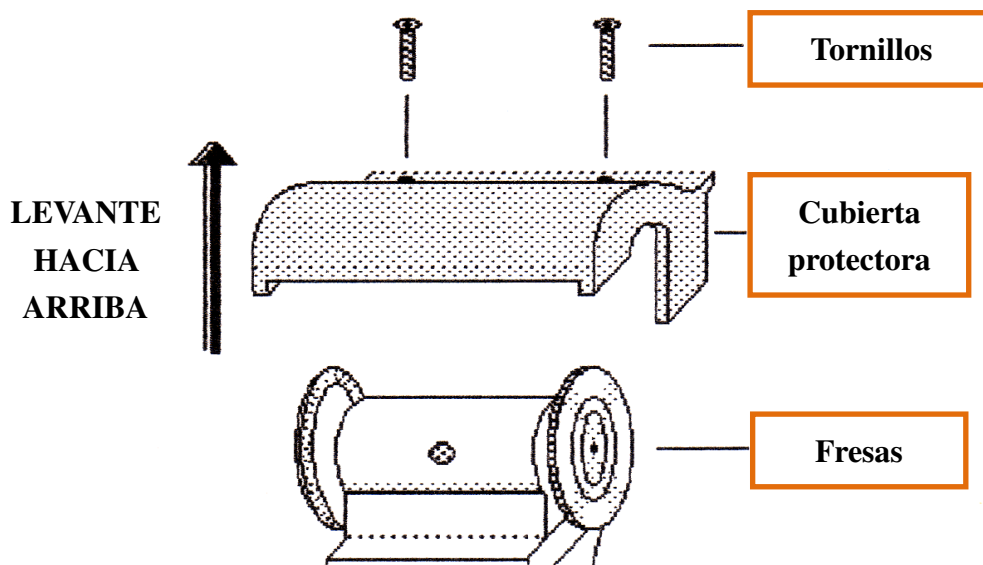

Figura 19
- 9) Vuelva a colocar la cubierta protectora y los dos tornillos de fijación (ver figura 19).